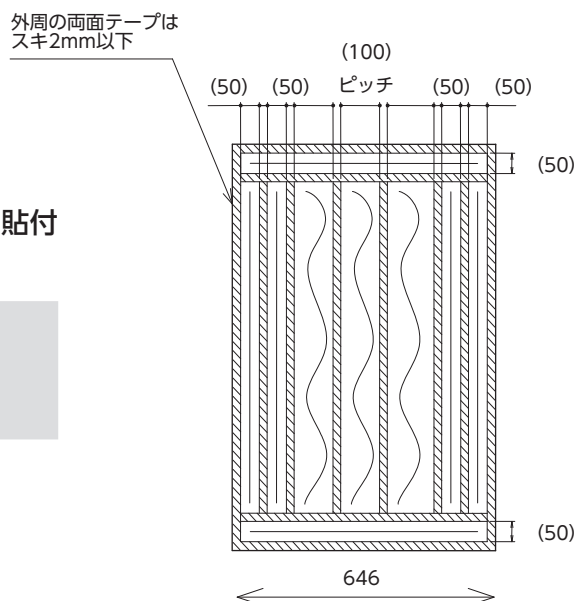

図2
<パネル色 (Q**) の場合> (図2)
- 図2の(100)ピッチ部は波状に塗布を必ず行ってください。